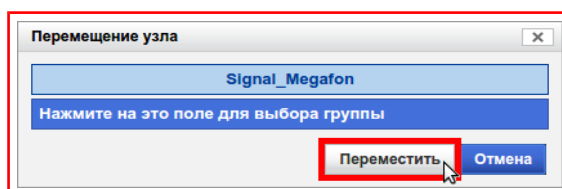

Рисунок 9.54 — Кнопка «Переместить»
- 4) Нажать на кнопку **«Переместить»**, рисунок 9.54.